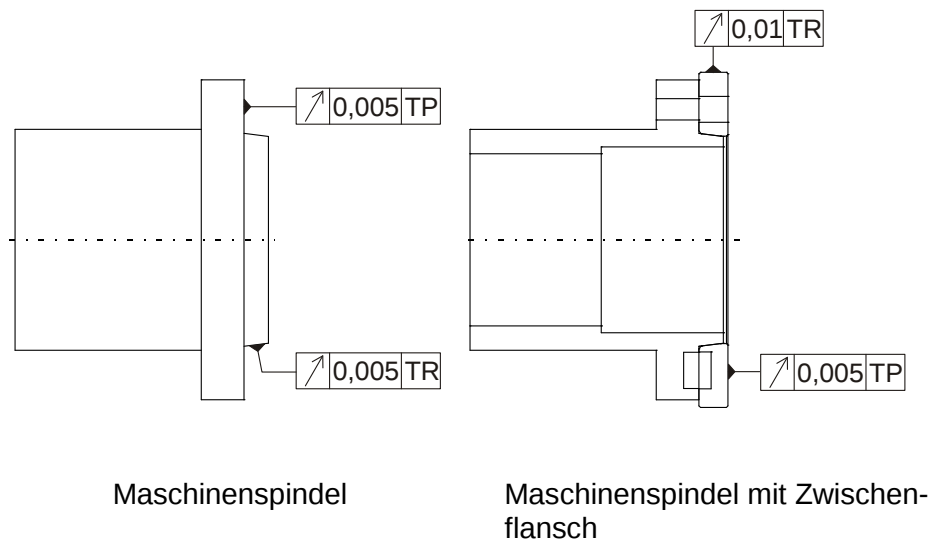

Abb. 3-2: Prüfung von Rund- und Planlauf
- Schritt 2** Entfernen Sie den Deckel (1) vom Spannfutter und setzen Sie die zugehörige Zugschraube (5) ein.
- Schritt 3** Schrauben Sie die Schraubensicherung (6) auf die Zugschraube auf. Zwischen den Kontaktflächen von Schraubensicherung (6) und Spannfutter muss ein Spiel von 0,1 mm eingestellt werden!
- Schritt 4** Sichern Sie die Schraubensicherung (6) durch Anziehen des seitlichen Gewindestiftes.
- Schritt 5** Bringen Sie das Zugrohr (2) in die vorderste Stellung und schrauben Sie den Adapter (3), nachdem Sie das Gewinde zur Vorbeugung gegen Festrosten/Festfressen mit Kupferpaste eingestrichen haben, auf das Zugrohr.
- Schritt 6** Befestigen Sie den Zwischenflansch (4) auf der Spindel (falls das Futter nicht direkt mit der Spindel verschraubt wird) und prüfen Sie Rund- und Planlauf gemäß Abb. 3-2.